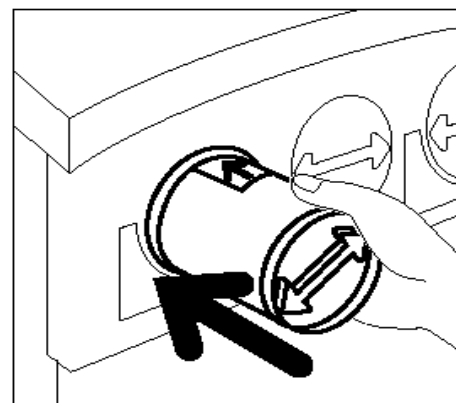

Figure 12 : Alignement de la flèche de la cartouche et insertion de la cartouche dans la machine
- 7** Alignez les deux flèches de la cartouche et de l'ouverture et faites glisser la cartouche dans la machine (voir la figure 12).